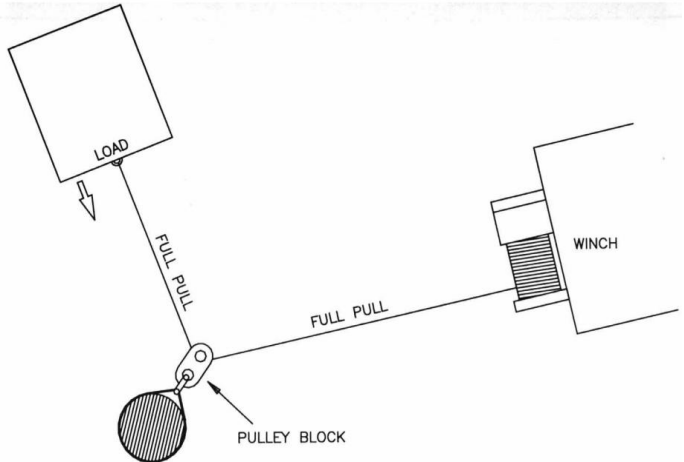

Figure 20
10. La figure 20 illustre l'utilisation d'un palan pour changer la direction de la traction. Un avantage mécanique peut être obtenu en attachant un palan à l'élingue en nylon avec une manille et en faisant passer le câble métallique jusqu'au point d'ancrage.